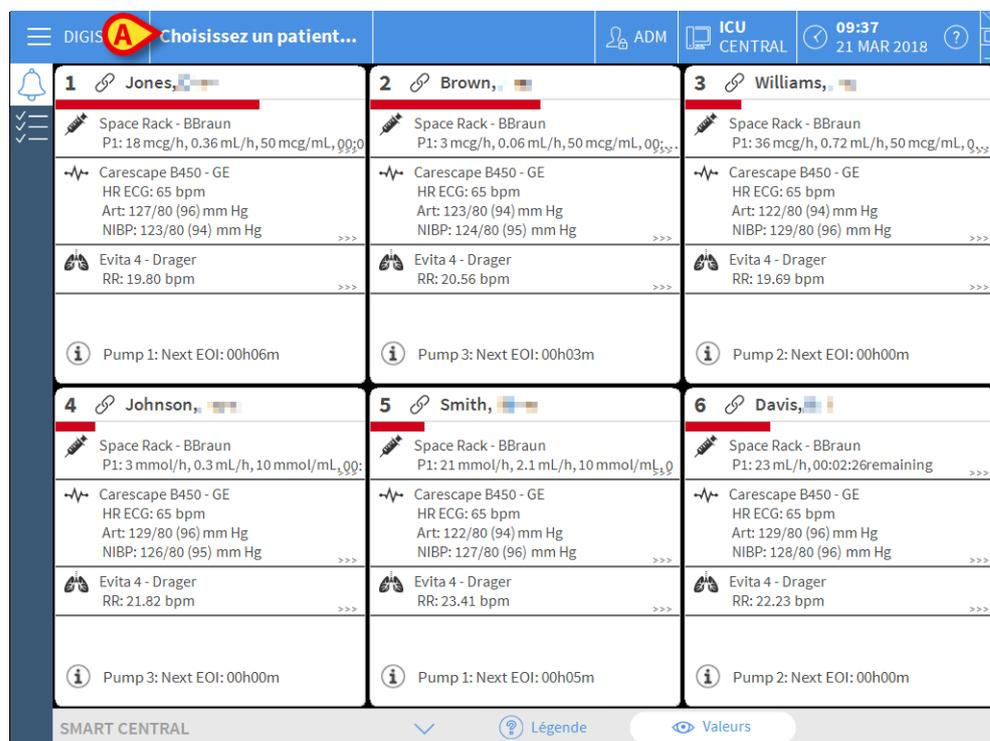
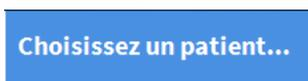

Fig 92
Fig 93
- Cliquer sur la touche **Patient** sur la barre de commande (Fig 92 A et Fig 93)